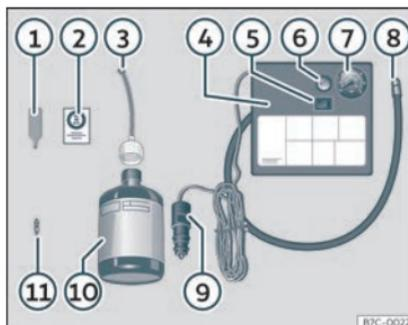

Fig. 31 Représentation standard : contenu du kit anticrevaison.
Le kit anticrevaison se trouve dans le coffre à bagages, sous le revêtement de plancher. Il inclut les composants suivants»» fig. 31 :
- Dévissez le capuchon et l'obus de la valve du pneu. Utilisez l'appareil»» fig. 31 ① pour extraire l'obus. Placez-le sur une surface propre.
- Agitez fortement la bouteille de produit de colmatage des pneus»» fig. 31 ⑩.
- Vissez le tuyau de gonflage»» fig. 31 ③ sur la bouteille de produit de colmatage. Le plombage du goulot de la bouteille est automatiquement percé. »
- Retirez le bouchon du tuyau de remplissage»» **fig. 31 ③**, puis vissez l'extrémité ouverte du tuyau sur la valve du pneu.
- Placez de nouveau l'obus de valve sur la valve du pneu avec l'outil»» **fig. 31 ④**.
- Vissez le tuyau de gonflage du pneu du compresseur»» **fig. 31 ⑧** sur la valve du pneu.
- Vérifiez si la vis d'évacuation d'air est serrée»» **fig. 31 ⑥**.
- Branchez le connecteur»» **fig. 31 ⑨** à une prise de courant de 12 volts du véhicule »» page 157.
- Raccordez le compresseur d'air au commutateur ON/OFF»» **fig. 31 ⑤**.
- Collez l'autocollant»» **fig. 31 ②** sur le combiné d'instruments, dans le champ de vision du conducteur.
Revissez le tuyau de gonflage»» **fig. 31 ⑤** et vérifiez la pression du manomètre **⑥**.